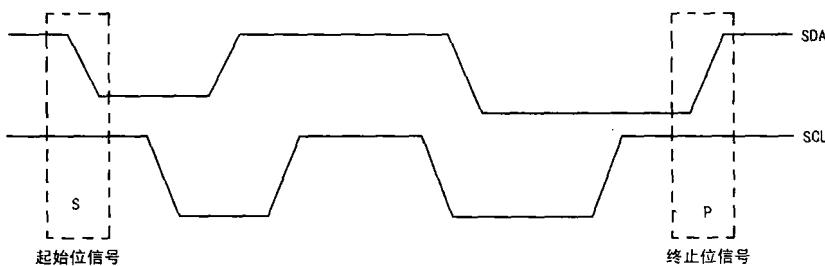

图 6 起始位与终止位
(3) 在时钟线保持高电平期间，数据线上一个由高到低的跳变定义为起始位，由低到高的跳变定义为终止位，起始位和终止位信号是由主控 CPU 发出的。当 CPU 发出起始位信号后，总线就被认为处于占用状态；当 CPU 发出终止位信号后，总线就被认为处于空闲状态。起始位和终止位如图 6 所示。